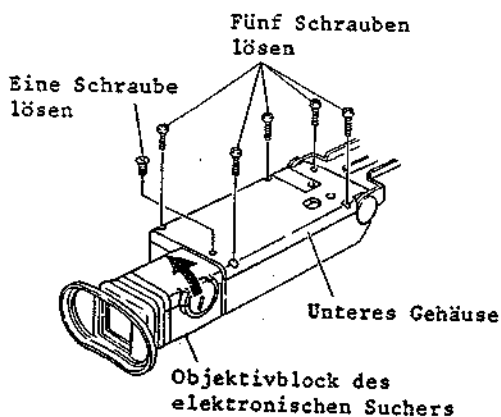

Abb. 2-106 Ausbau des unteren Gehäuses
### 5.1 Ausbau des unteren Gehäuses (Abb. 2-106)
1. Eine (1) Befestigungsschraube des Objektivblocks des elektronischen Suchers lösen (siehe Abb. 2-106).
4. Fünf (5) Befestigungsschrauben des unteren Gehäuses entfernen.
1. Das untere Gehäuse ausbauen (siehe Abb. 2-106).